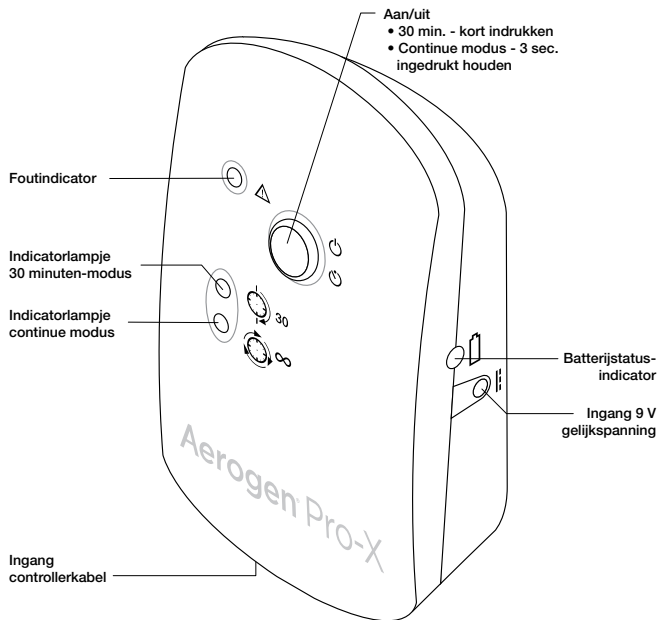

Afbeelding 3. Configuraties van de Aerogen Pro-X-controller en universele montagebeugel
7. Gebruik de universele montagebeugel om de controller in verticale of horizontale positie aan een infuusstandaard of bedrail te bevestigen (afbeelding 3).
8. Indien een standaard apparaatruimte aanwezig is, dient de apparaatmontageadapter worden gebruikt om de controller te ondersteunen (afbeelding 3).